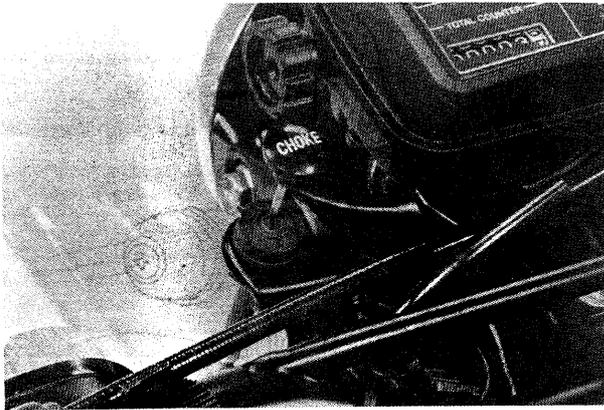

Bild 7 Choke-Knopf
- Überprüfen, ob sich der Choke-Knopf weich betätigen lässt (Bild 7).